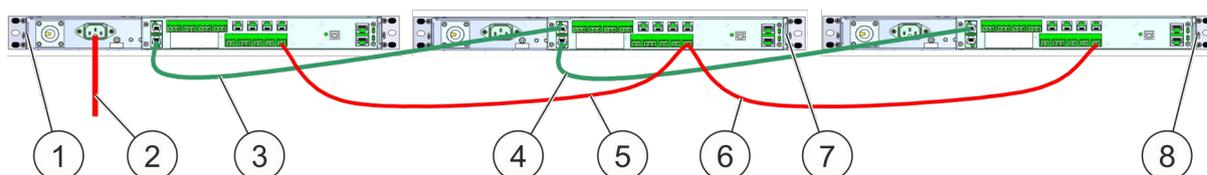

Fig. 53 : Alimentation en énergie et câble de données
1. ➤ Raccorder l'alimentation électrique (Fig. 53 /2) de 100 – 240 V AC au niveau du maître (Fig. 53 /1).
2. ➤ Établir l'alimentation en tension (Fig. 53 /5) entre le maître et le premier esclave (Fig. 53 /7). Voir également  Chapitre 3.3.7 »Alimentation en tension« à la page 29.
3. ➤ Établir l'alimentation en tension (Fig. 53 /6) entre le premier esclave et l'esclave suivant (Fig. 53 /8).
5. ▶ Raccorder le câble de raccordement du *bus CAN (maître/esclave)* (Fig. 53 /3) entre le maître et le premier esclave.
6. ▶ Raccorder le câble de raccordement du *bus CAN (maître/esclave)* (Fig. 53 /4) entre le premier esclave et l'esclave suivant.